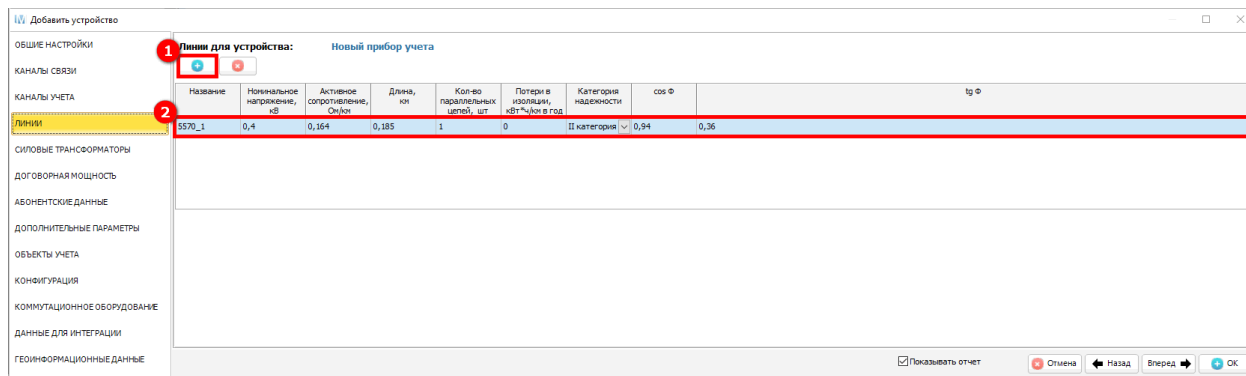

Рисунок 309 – Параметры устройства – Линии – Добавление линии электропередачи
Для создания линии электропередачи для устройства необходимо нажать на кнопку создания (1) (см. рисунок 309) и внести информацию о параметрах линии (2).